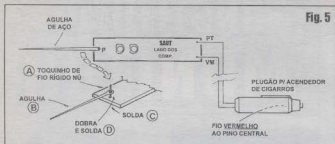

Fig. 5
- FIG. 5 - CONEXÕES EXTERNAS À PLACA - Ainda vista pela face não cobreada (dos componentes *já colocados*, apenas a estilização dos LEDs continua visível, para facilitar a interpretação...), a plaquinha traz agora suas conexões externas, que são também muito simples: dos pontos (+) e (-) saem os fios **vermelho e preto**, respectivamente, do cabo paralelo longo (uns 3 metros é uma boa medida...) cuja outra extremidade tem seus condutores internamente ligados aos terminais do *plugão* para acendedor de cigarros... Não esquecer que o cabo **vermelho (+)** deve ser eletricamente ligado ao pino central do *plugão*, ficando o cabo **preto (-)** em conexão com a lapela metálica lateral (estrutura do *plugão*...). O ponto P da plaquinha destina-se à ligação elétrica e fixação mecânica prévia da agulha/ponta de prova, providências que devem seguir o diagrama anexo à figura: primeiro introduz-se um *toquinho* de fio rígido (A), nã, no dito furo, e efetua-se a solda (C) pelo lado cobreado da placa, de modo a *sobressair* uns 5 a 6 mm pela face não cobreada... Em seguida, o *olho* (furo) da agulha deve ser encaixado (B) sobre a parte do *toquinho* de fio que sobressai pelo dito lado não cobreado do impresso.